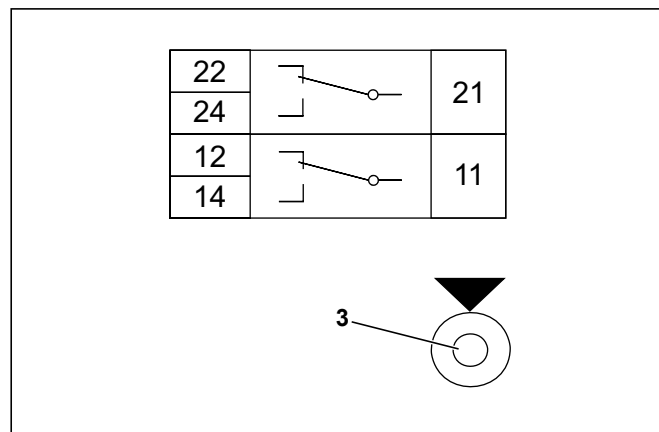

Abb. 5-7: Anschlussbild für zwei Wechsler in der Haube
4. Schließen Sie das Anschlusskabel gemäß dem Anschlussbild in der Haube (2) an den Anschlüssen der Schalter (7) an (s. Abb. 5-7).
5. Schließen Sie den Schutzleiter (max. 2,5 mm²) am Schutzleiteranschluss M4 (8) an (Leitungsquerschnitt entsprechend der Versorgungsleitung, jedoch maximal 2,5 mm²).
6. Stellen Sie den Schaltpunkt des Rollenhebels (3) an der Nockenscheibe (11) ein, wenn Sie andere Schaltpunkte wünschen (siehe Abschnitt 5.2.3: